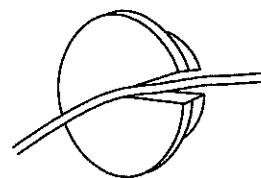

図 6
8. キャピラリチューブを通すため、5 で外したゴムキャップに切込みを入れ(図 6)、断熱材とゴムキャップを元通りに取付けてください。